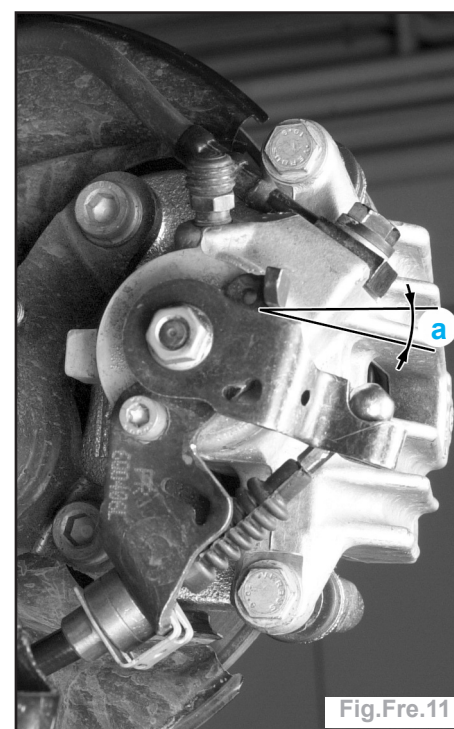

Fig.Fre.11
- La distance (a) comprise entre le levier et la butée doit être de **1,5 mm** pour chaque roue (Fig.Fre.11).